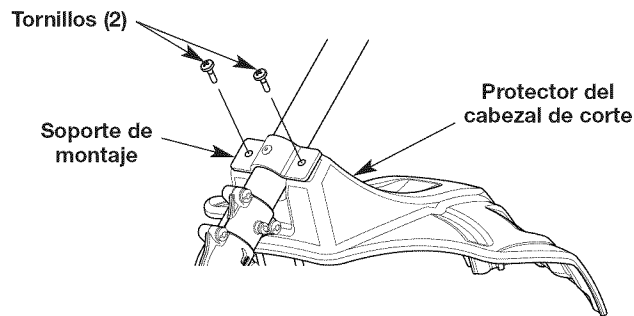

Fig. 1
1. Coloque el protector del cabezal de corte en el soporte de montaje. Alinee los orificios del protector del cabezal de corte con los del soporte de montaje. (Fig. 1)